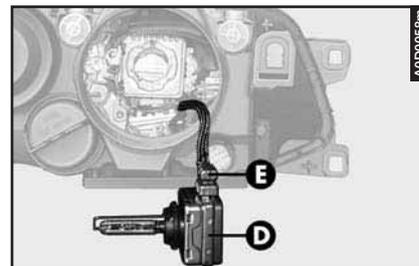

fig. 28
- Sfilare la lampada (D-fig. 28) e staccare il connettore (E) inserito a pressione.